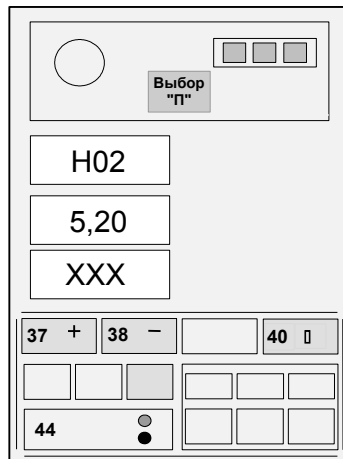

Рисунок 10
Нажимая кнопку ВЫБОР "П" (36), установить на верхнем ИЖЦ код "H02" (индикация вылета стрелы, см. рисунок 10).
Изменяя положение датчика угла наклона стрелы, добиться отображения на среднем ИЖЦ значения вылета, равное измеренному значению вылета по рулетке (см. рисунок 10).